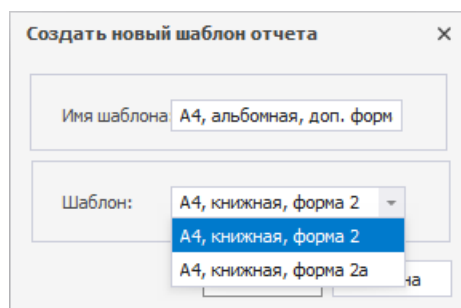

Рис. 68 Выбор шаблона
4. С помощью выпадающего списка в поле «Шаблон» выберите шаблон, который будет взят за основу при создании нового шаблона отчета, Рис. 68.